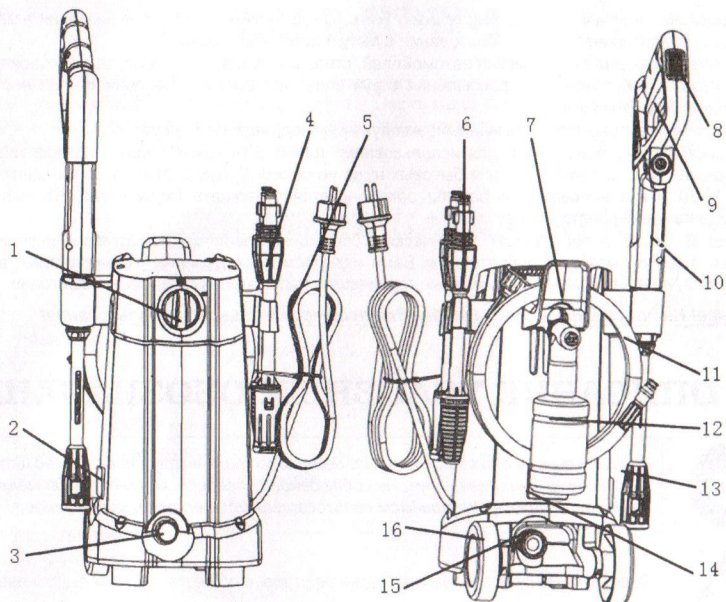

Рис. 1
- Подключите шланг высокого давления к выходному штуцеру на корпусе мойки (3)(См. Рис.1; 4). Плотно затяните его руками. Не затягивайте соединение спец. инструментом, чтобы исключить риск повреждения штуцера насоса.
- Достаньте один конец шланга из емкости, и не выливая из него воду, подключите к соединительному фитингу (15)(См. Рис.1; 6; 6) на мойке.
- Установите выключатель (1)(См. Рис.1; 7) в положение в положение «ВКЛ» (ON).
- Отожмите кнопку блокировки (8)(См. Рис.1; 8) и направьте форсунку пистолета - распылителя на обмываемый участок.
- Нажмите на пусковую клавишу (9)(См. Рис.1; 8) пистолета-распылителя.
- Отпустите пусковую клавишу пистолета (9)(См. Рис.1; 8).
- Заблокируйте пусковую клавишу ручного пистолета-распылителя с помощью кнопки блокировки (8)(См. Рис.1; 8).
- Во время продолжительных перерывов в работе (свыше 5 минут) аппарат следует выключать, для этого переведите выключатель (1)(См. Рис.1) в положение «ВЫКЛ» (OFF).
- **Для прекращения подачи струи воды:** отпустите пусковую клавишу пистолета (9)(См. Рис.1; 8).
- Мойка имеет систему полной остановки. При освобождении пусковой клавиш пистолета (9)(См. Рис.1; 8) электродвигатель насоса автоматически отключается.
- **Для выключения аппарата:** переведите выключатель питания в положение «ВЫКЛ» (OFF) (1)(См. Рис.1; 7).